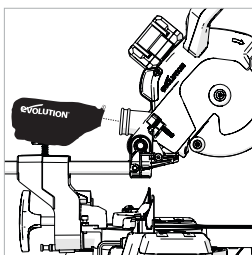

Fig. 50
- Far scorrere il sacchetto per la polvere sopra l'attacco per l'aspirazione della stessa, accertandosi che il fermo a molla stringa in modo saldo all'attacco che mantiene il sacchetto nella sua posizione. (Fig. 50)